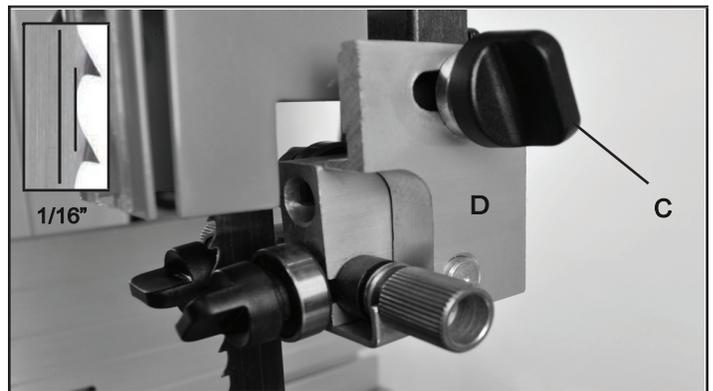

FIGURE 23
2. L'avant des guides doit être d'environ 1/16" derrière les gosiers de la lame de scie (Fig. 23, encart). Si elles doivent être déplacées vers l'avant ou vers l'arrière, desserrer le bouton de verrouillage (C, fig. 23) et Déplacer le bloc d'appui du guide supérieur (D) jusqu'à ce que les guides soient correctement positionnés derrière la lame gosier. Resserrer le bouton de verrouillage lorsque vous avez terminé.
1. Desserrez le support inférieur la poignée de blocage (A, La figure 25). Ensuite, déplacer la lame Guide Block (B, La figure 25) avec le bouton de micro-réglage (C, La figure 25) jusqu'à ce que les deux guides d'appui latéraux soient d'environ 1/16" derrière les creux de dent de la lame de scie à ruban. Voir la figure. 23, encart. Lorsqu'il est réglé, serrer la poignée de verrouillage (A).